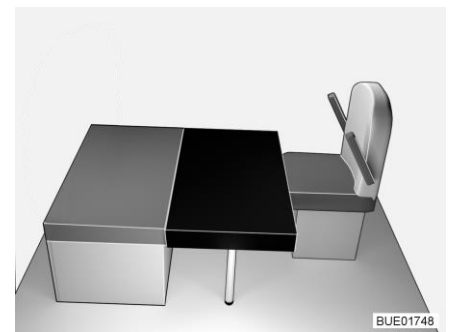

Fig. 161 Después de la transformación
- Colocar el cojín adicional cuadrangular en la mesa (delante del cojín del asiento del banco, véase Fig. 161).